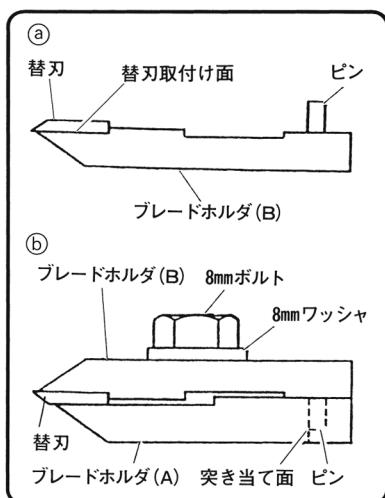

図 24
(2) 替刃仕様品の場合
① ブレードホルダ(A), (B) の替刃取付け面のゴミなどを布類でよくふき取ります。
② 替刃を図24の②のようにブレードホルダ(B)に合わせます。替刃はブレードホルダ(B)のマグネットにより落ちないようになっています。
③ ブレードホルダ(B)を図24の⑥のように裏返してブレードホルダ(A)の突き当面にピンを突き当て、ワッシャ、8mmボルトで固定します。8mmボルトは付属の13mmボックスパナで締付けます。